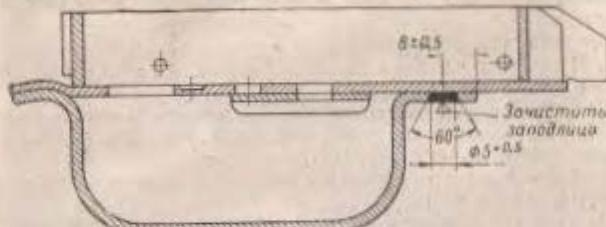

Рис. 33. Приварка передней части спусковой скобы
(I) Раззенковать в передней части спусковой скобы отверстие и приварить скобу к спусковой коробке электродуговой сваркой электродом Э34-3 (рис. 33).